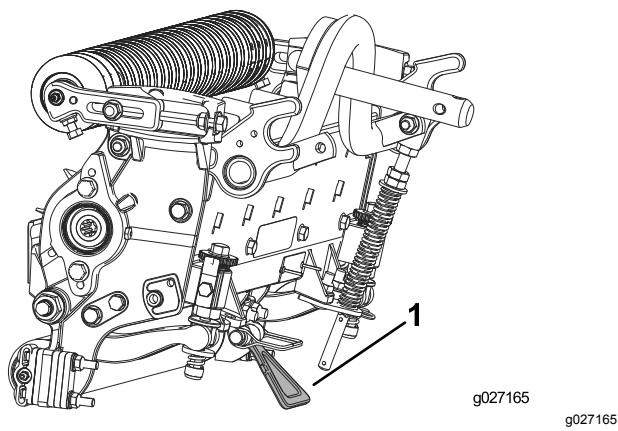

**Bild 9**
2. Drehen Sie die Einstellschrauben des Untermesserträgers nach links, um sicherzustellen, dass der Untermesserträger nicht die Spindel berührt (**Bild 9**).